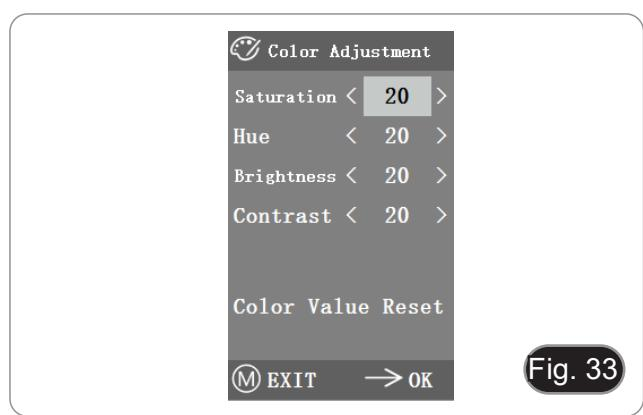

Fig. 33
- Après avoir accédé au menu de réglage des couleurs (Fig. 33), la saturation, la teinte, la luminosité et le contraste peuvent être ajustés pour que l'image atteigne le niveau requis.